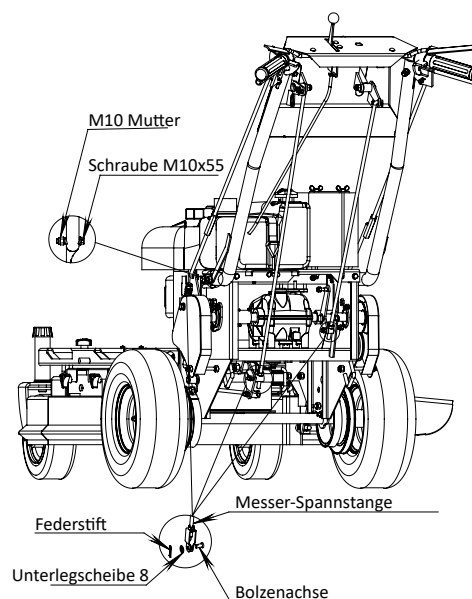

ABB. 4
- Den Griff ausklappen und mit vier Flansch Hd M10×25 befestigen. Schrauben und vier M10-Ge-nennüsse auf jeder Seite wie in ABB. 4 gezeigt.
- Das Gewindebolzen des Verbinders am Ende der Lenkstangen rechts und links durch das Loch der Schwingarme der rechten und linken Bre-mse führen; M6-Mutter und 8er-Unterlegscheibe hinzufügen und festziehen. Anschließend das Gewindebolzen des Verbinders am Ende der Schaltsteuerstange durch das Loch des Schaltsteu-erarms führen; M6-Mutter und 6er-Unterlegschei-be hinzufügen und festziehen. Zum Schluss das Gewindebolzen des Verbinders am Ende der Mes-sersteuerstange durch das Loch des Spannschwin-garms führen; M6-Mutter und 6er-Unterlegscheibe hinzufügen und festziehen. Siehe ABB. 4